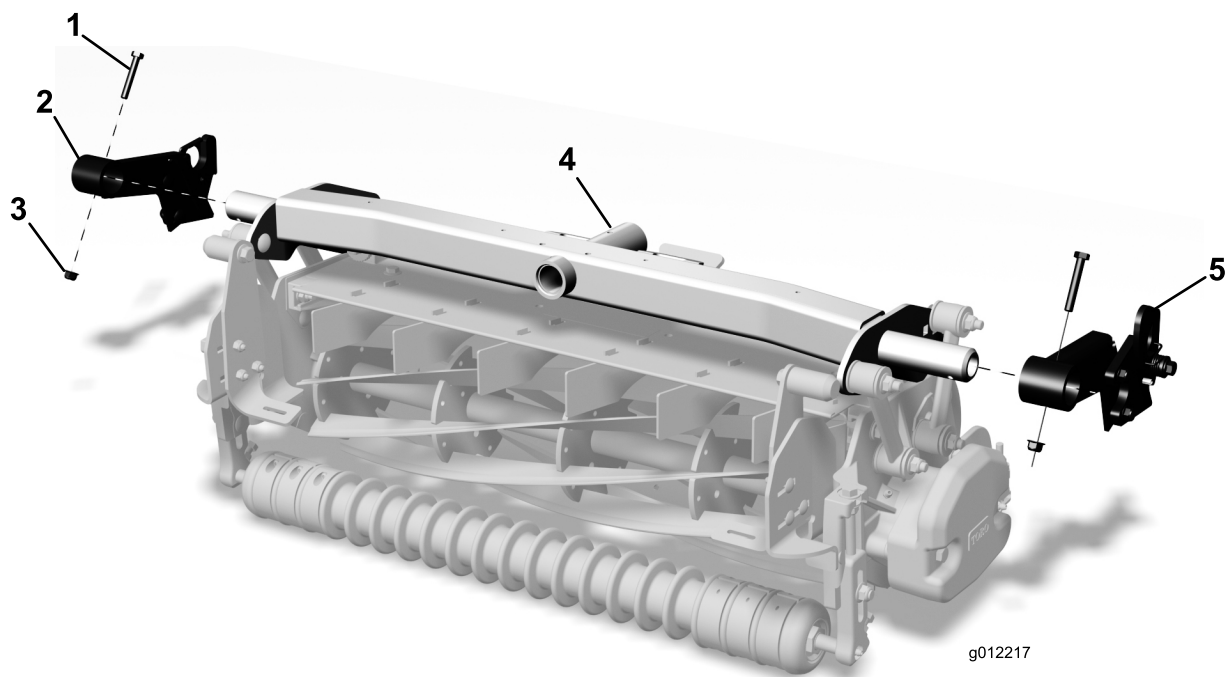

Figure 5
5. Insérez le support de bac droit assorti du guide sur l'extrémité droite du tube du bâti porteur du plateau de coupe (Figure 5).
boulon (5/16" x 2 1/4") et un écrou à embase (5/16") à l'emplacement indiqué à la Figure 5.
7. Insérez le support de bac gauche assorti du guide sur l'extrémité gauche du tube du bâti porteur du plateau de coupe (Figure 5).
8. Alignez les trous du support de bac sur le trou du tube du bâti porteur et fixez l'ensemble avec un boulon (5/16" x 2 1/4") et un écrou à embase (5/16") à l'emplacement indiqué à la Figure 5.